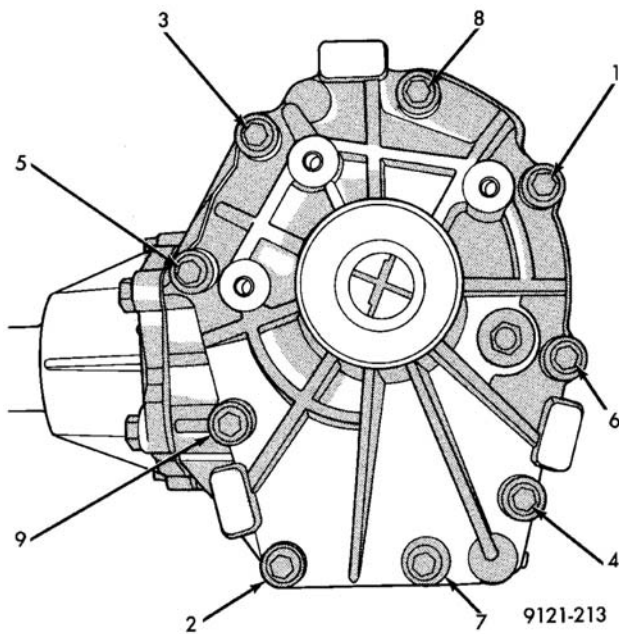

图 41 螺栓拧紧顺序
(5) 把端盖放在 P.T.U. 壳体上并安装螺栓，依照（图 41）所示的顺序拧紧螺栓到 $28\text{N} \cdot \text{m}$ (250in. lbs.)。在其它所有的螺栓都拧紧后，把第一个螺栓再拧紧。